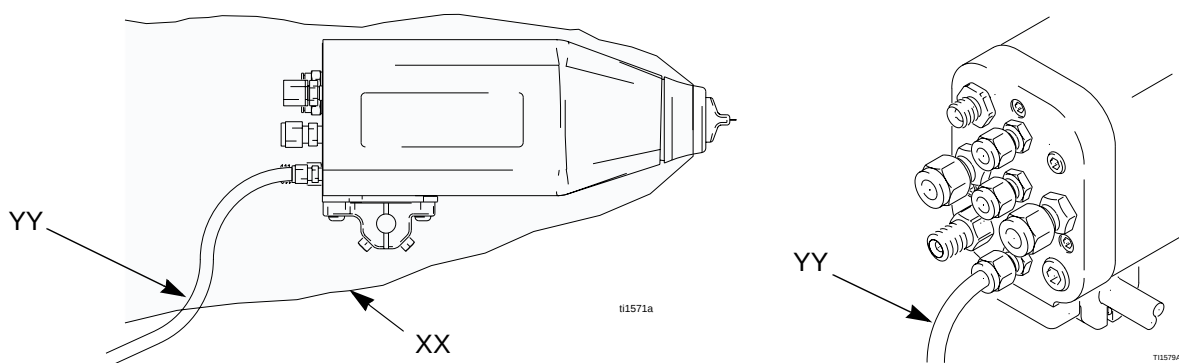

Fig. 9. Tyghölje
1. Montera ett tyghölje (XX) över pistolens framände och dra den över rör och slangar bak på fördelningsröret. Se Fig. 9.
2. Dra utblåsröret (YY) på utsidan av höljet. Då kan du se om det finns färg eller lösningemedel i röret. Se **“Kontrollera eventuellt vätskeläckage”** på sidan 25. Banda fast utblåsröret så att det inte kan röra sig.